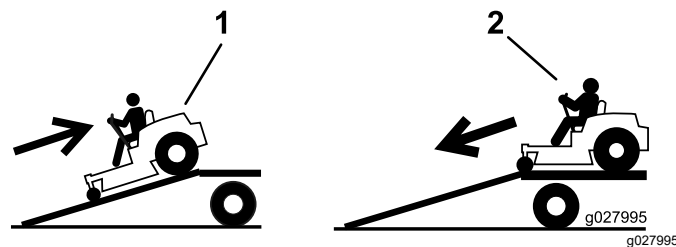

Figura 32
4. Urcai maina pe rampă cu spatele (Figura 32).
2. Coborâi maina de pe rampă cu faa (Figura 32).